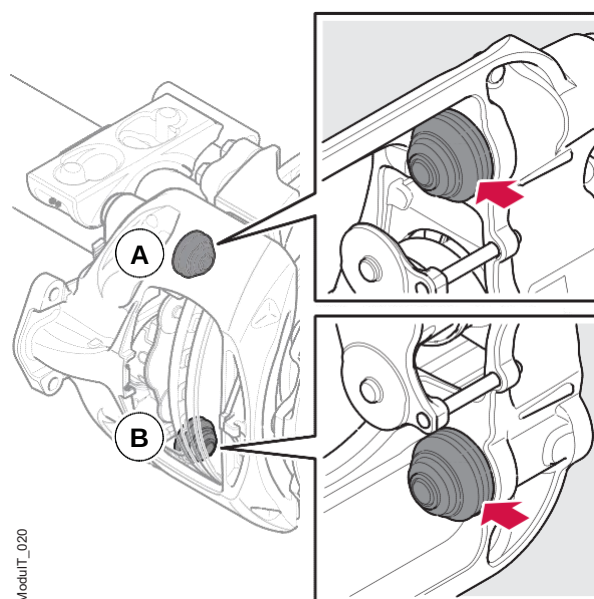

Figura 27. Inspeccionando o fole do pino-guia
2. Inspeccione o fole do pino deslizante dianteiro (A) e o fole do pino-guia traseiro (B). Consulte a figura 27. Procure ao redor dos foles por sinais de danos que poderiam ter sido causados por detritos, pedras ou superaquecimento.